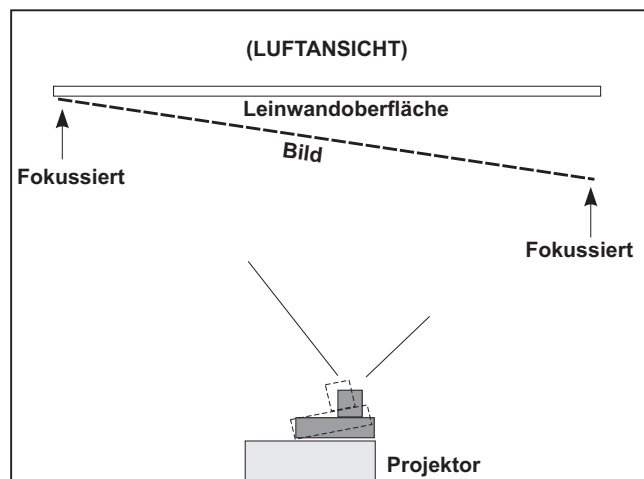

Abbildung 2-24 Luftbild zur Verdeutlichung der falsch ausgerichteten Mittelachse
- a. Erscheint die rechte Bildseite scharf, bevor das Objektiv vollständig eingefahren ist, liegt der Bildfokus vor dem Bildschirm. Siehe **Abbildung 2-24**. Stellen Sie zum Beheben dieses Problems den **Bolzen** der **horizontalen Mittelachse** wie benötigt ein, um die Objektivhalterung nach LINKS zum Anpassen der linken/rechten Kanten zu lenken.